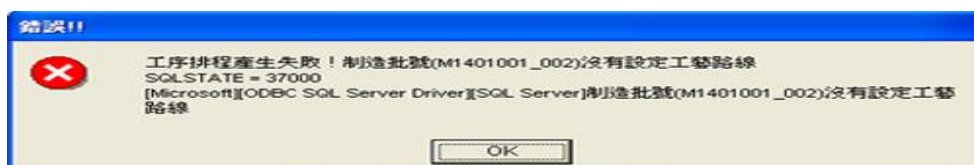

图 9
**2. 若无相应的工艺路线，系统会自动弹出错误的提示框（图 9）**